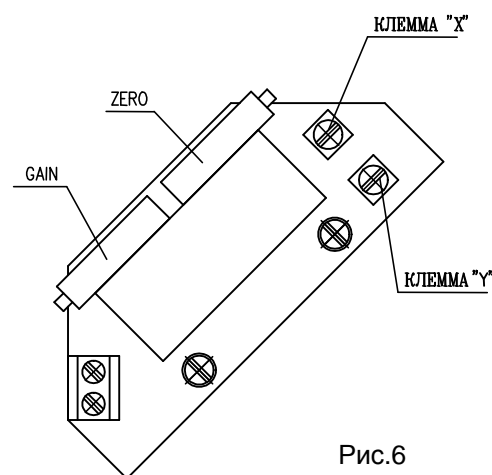

Рис.6
4.4.1 EPV - 2-проводниковое включение (рис.6)
- Установте датчик сопротивления на основании инструкций в предыдущей главе так, что величину сопротивления измеряйте на клеммах X-Y (рис.6). (употреблен датчик с сопротивлением 100Ω)
- Поворачиванием устанавливающего триммера ZERO (рис.6) установте величину выходного сигнала тока, измеряемого на клеммах 81-82, на величину 4 мА.
- Поворачиванием устанавливающего триммера GAIN (рис.6) установте величину выходного сигнала тока, измеряемого на клеммах 81-82, на величину 20 мА.
- Установте датчик сопротивления на основании инструкций в предыдущей главе так, что величину сопротивления измеряйте на клеммах X-Y (рис.6).